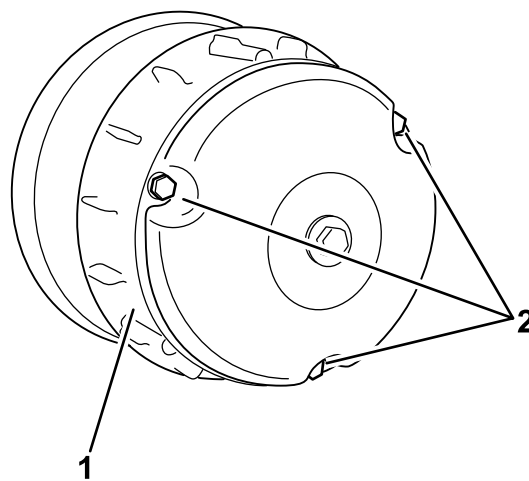

Рисунок 69
2. Отверните три болта крепления крышки сцепления и снимите крышку (Рисунок 69).
4. Установите крышку сцепления и закрепите ее 3 болтами (Рисунок 69), которые вы сняли при выполнении действий в пункте 2.